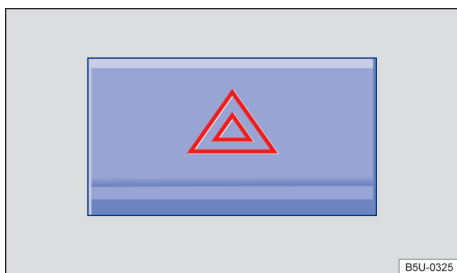

Fig. 38 Na parte superior do console central: interruptor das luzes de advertência.
2. Ligar as luzes de advertência com o interruptor ⏏ → Fig. 38.
As luzes de advertência também podem ser desligadas ao pressionar o interruptor  no painel de instrumentos → Fig. 38.